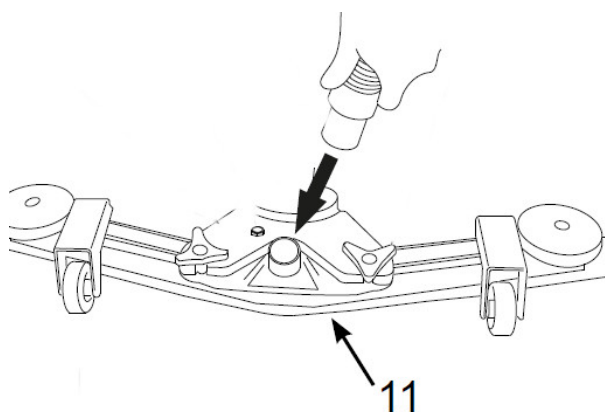

Abb. 53: Andruckleisten entnehmen
Schritt 5: Entfernen Sie die Andruckleisten durch Öffnen der Klammern (Pos.11, Abb.53).
Schritt 7: Setzen Sie die Andruckleisten (Abb.53) wieder ein und schließen Sie die Klammern.